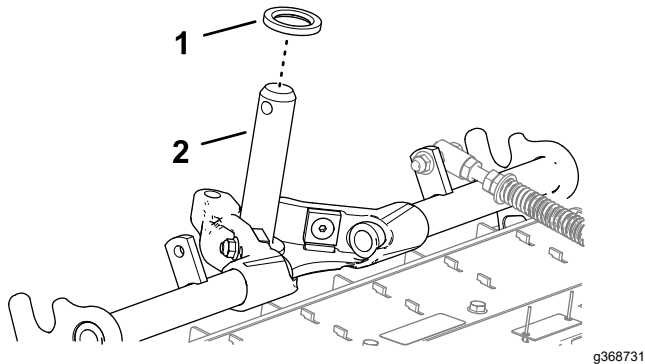

Figura 24
1. Asegúrese de que la arandela de empuje avellanada esté insertada sobre eje del bastidor de tiro (Figura 24).